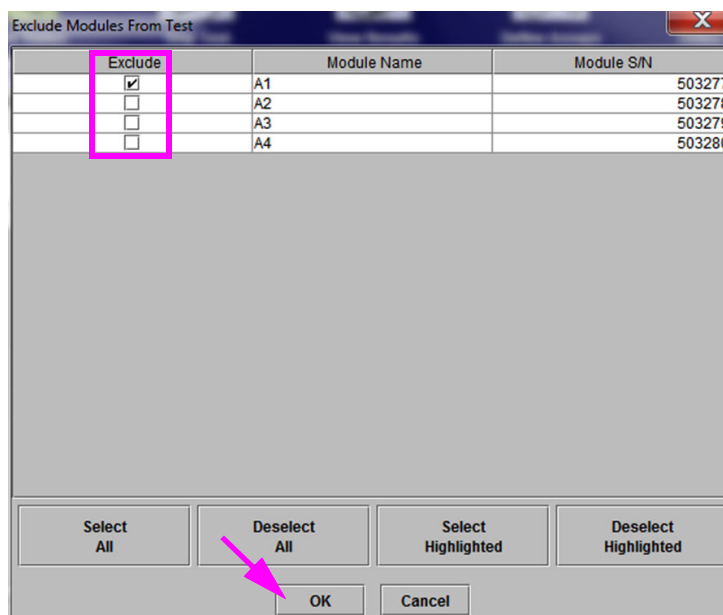

Figura 9-37. Caseta de dialog Excludere module de la testare
- Faceți clic pe **Întreținere (Maintenance)** din bara de meniu și selectați **Excludere module de la testare (Exclude Modules From Test)**. Apare caseta de dialog Excludere module de la testare (Exclude Modules From Test). Consultați Figura 9-37.
4. Apăsați butonul **OK** pentru a salva modificările aduse casetei de dialog Excludere module de la testare (Exclude Modules From Test) (consultați Figura 9-37). Apăsați butonul **Anulare (Cancel)** pentru a anula modificările.